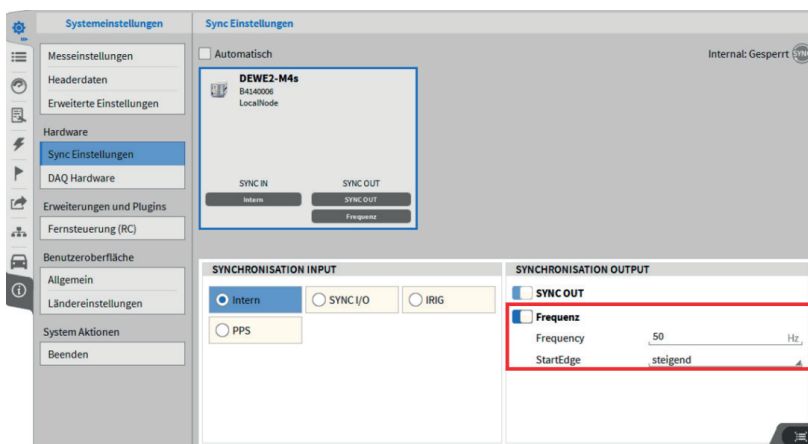

Abb. 14: Frequenz-Output aktivieren
- ▶ Aktivieren Sie den *Frequenz-Output (AUX)* im Abschnitt *Synchronisation Output*, wählen Sie die gewünschte Signalfrequenz (=Framerate der Kamera) und setzen Sie *StartEdge* auf *steigend* (Abb. 14). Dies bedeutet, dass das Kamerabild jedes Mal aktualisiert wird, wenn das Signal eine steigende Flanke hat.